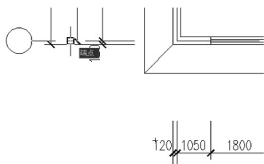

图 3.111 确定图块的插入点
(2) 在指定插入点或 [基点(B)/比例(S)/旋转(R)/预览比例(PS)/预览旋转(PR)]: 提示下, 捕捉如图 3.111 所示的端点作为插入点。